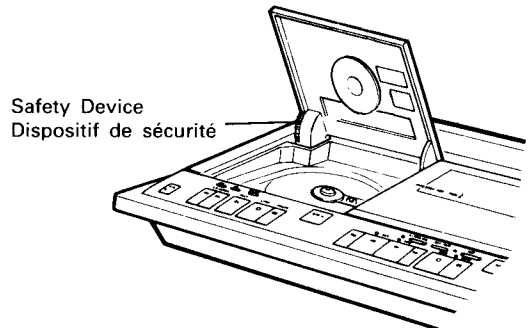

Fig. 17
**21. Safety Devices (Fig. 17)**
## 21. Dispositifs de sécurité (Fig. 17)